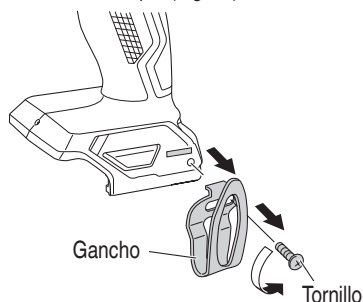

Fig. 12
- (2) Retirada del gancho. Extraiga los tornillos que sujetan el gancho con un destornillador Phillips. (Fig. 12)